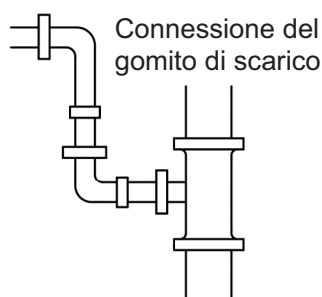

Fig. 4.3.8
- N° 2: Connessione a gomito in basso, come mostrato in Fig. 4.3.8;